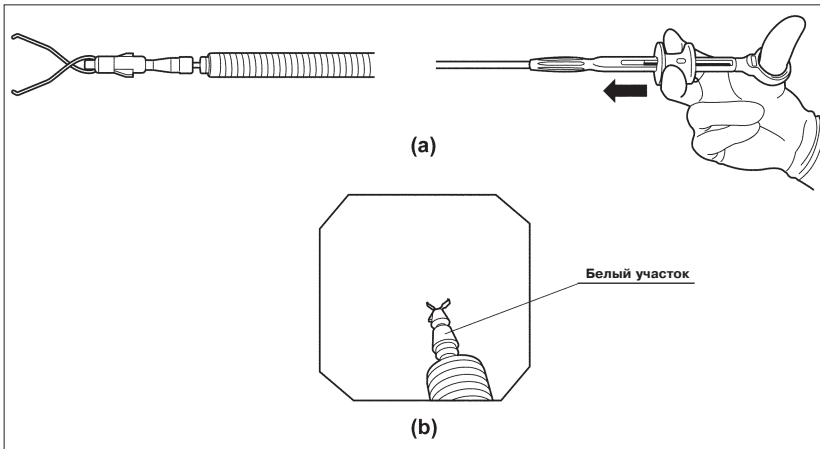

Рис. 3.7
1. Плавно надавливайте на ползунок таким образом, чтобы клипс выдвинулся из отверстия на дистальном конце спиральной (проволочной) оболочки до тех пор, пока не станет видимой его белая часть. При этом клипс должен появиться в эндоскопическом поле зрения, как показано на рис. 3.7 (b).